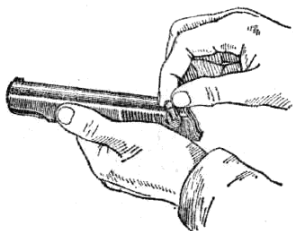

Рис. 81. Присоединение предохранителя к затвору
3. Присоединить ударник и предохранитель к затвору. Взять затвор в левую руку задним концом к себе и вложить ударник в канал затвора так, чтобы его срез в задней части был обращен к гнезду для предохранителя. Большим и указательным пальцами правой руки вставить предохранитель в гнездо затвора (рис. 81) и повернуть его флажок вниз до отказа.